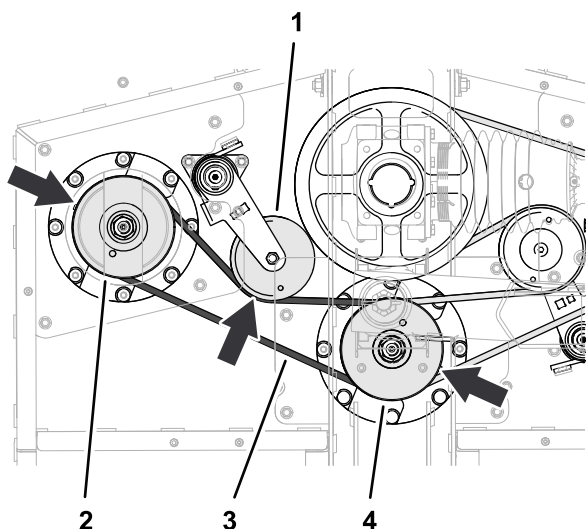

Figura 67
1. Dirija la correa corta alrededor de la polea de eje izquierdo y la ranura inferior de la polea de eje central (Figura 67).
2. Utilice una llave de extensión o una herramienta similar para girar el tensor de la correa en sentido antihorario y deslice la correa sobre de la polea del tensor (Figura 67).